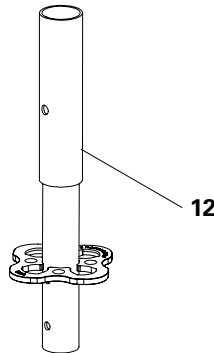

Abb. A2.02
1. Basisstiele (**12**) auf die bereits positionierten Spindeln (**2**) aufstecken. (Abb. A2.02)